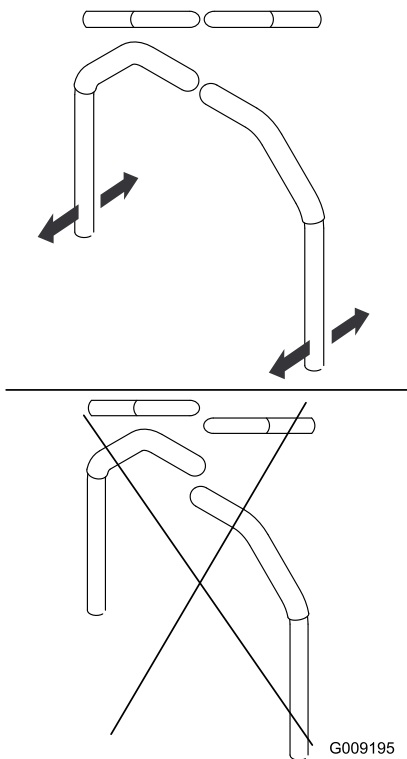

Figura 57
7. Alinee las palancas en el sentido adelante/atrás acercándolas a la posición de PUNTO MUERTO, y moviéndolas hasta que estén alineadas; luego apriete los pernos (Figura 57).